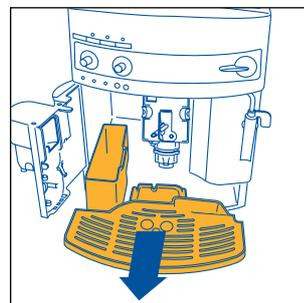

Fig. 16
NOTA 7 : la machine compte le nombre de cafés qu'elle fait. Tous les 14 cafés simples (ou 7 doubles), le voyant 📊 s'allume fixe (chap. 12 point 3) pour avertir que le tiroir est plein de pastilles usées et qu'il faut le vider et le nettoyer. Tant que le tiroir n'est pas nettoyé, le voyant reste allumé et la machine ne peut pas faire de café. Pour effectuer le nettoyage, ouvrez le volet de service sur le devant en tirant la poignée (fig. 15) ; le voyant 🔺 commencera à clignoter (voir § 12 point 9) ; sortez l'égouttoir (fig. 16) videz-le et nettoyez-le. Videz et nettoyez soigneusement le tiroir à marc en éliminant tous les résidus déposés sur le fond. Essayez également les éventuelles gouttes de condensation déposées à l'intérieur de la machine sous l'égouttoir. **IMPORTANT: quand vous sortez l'égouttoir, VIDEZ TOUJOURS le tiroir à marc, même s'il n'est pas plein. Sans cela, il se peut qu'après, en faisant les cafés, le tiroir se remplisse plus que prévu et que la machine s'engorge de pastilles usées.**
- retirez l'égouttoir et le tiroir à marc (fig. 16) et lavez-les ;